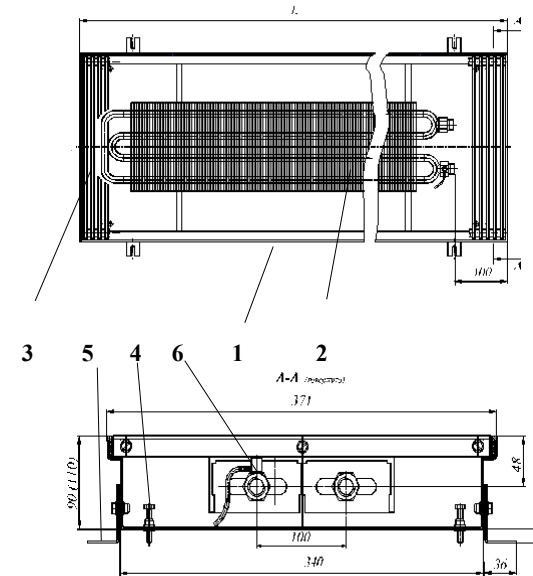

Рис. 1 Конвектор КРКД 37.09(11).060...300 концевой
Конвекторы имеют (см. рис.1,2):
4.2 Размеры и технические характеристики изделий представлены на Рис.1, 2 и в таблице 1,2 .
- 5.4 После соединения теплового пакета с трубопроводами и запуске системы отопления, при необходимости, выполнить удаление воздуха. Для этого свободный конец пластиковой трубки воздушного клапана 6 (см. рис.1) опустить в заранее приготовленную емкость для слива воды. Ключом отвернуть клапан на 0,5-1,5 оборота. После удаления воздуха, клапан закрыть.